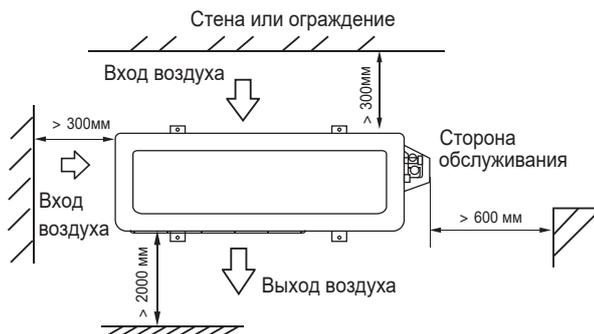

Рис. 2.21
2.6.2 Пространство для установки и обслуживания (рис.2.21)